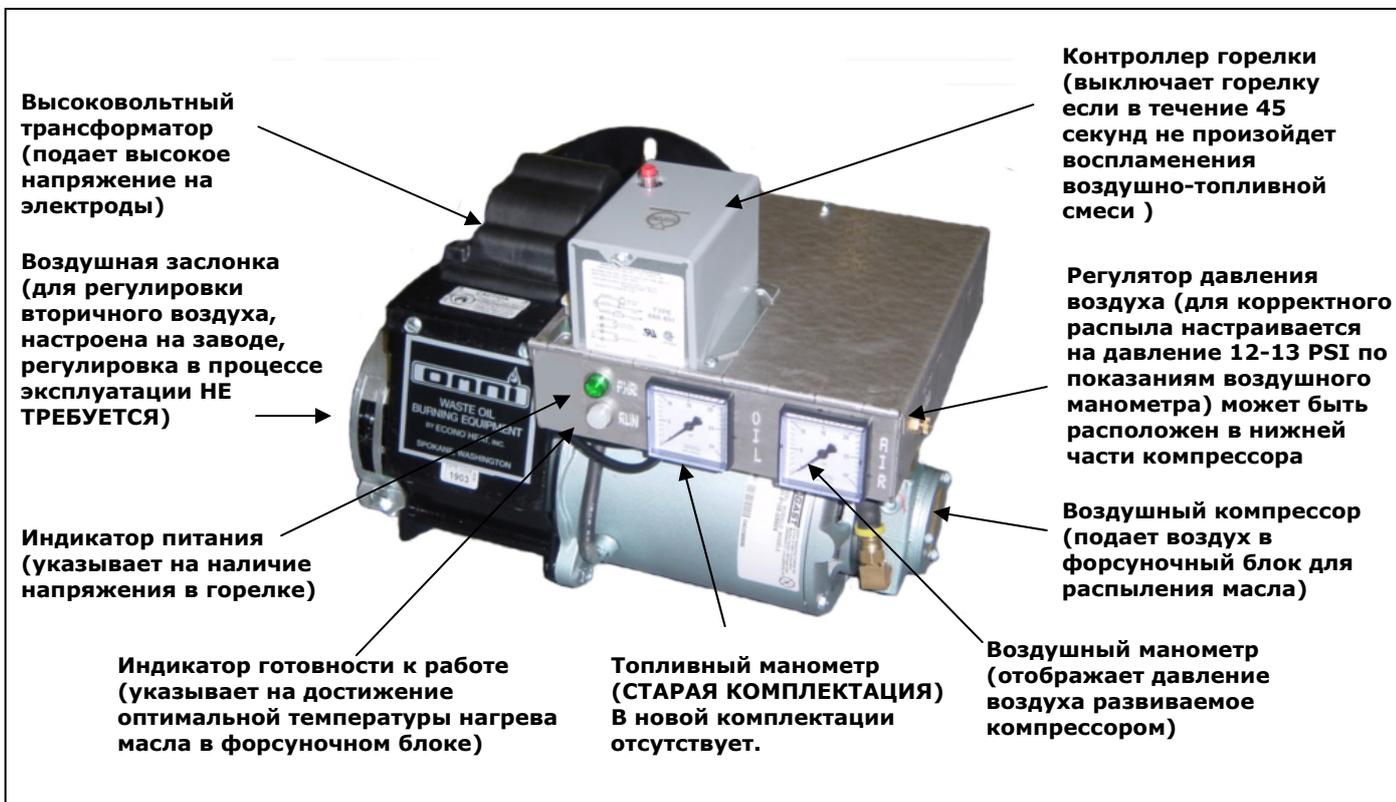

Рис. 1 Горелка в собранном виде
7.5 Продолжая ожидать, когда насос заполнит маслом топливную линию, отрегулируйте подачу сжатого воздуха, подаваемого компрессором, при помощи регулятора давления воздуха (рис.1) таким образом, чтобы показания на манометре давления воздуха были равны 12 - 13 psi (рис.1)
7.7 Завершающим этапом регулировки является настройка подачи вторичного воздуха в камеру сгорания при помощи воздушной заслонки (рис.1). Отрегулируйте заслонку вторичного воздуха примерно так, чтобы щели в верхней части были открыты на 13 мм (для горелок большой мощности должны быть полностью открыты) при этом пламя должно быть ярко желтого цвета, слепящее глаз у основания пламени (у самой форсунки). Если пламя **оранжевого** цвета необходимо увеличить подачу вторичного воздуха, сделав щели на заслонке вторичного воздуха еще больше, путем поворота пластины с прорезями по часовой стрелке.